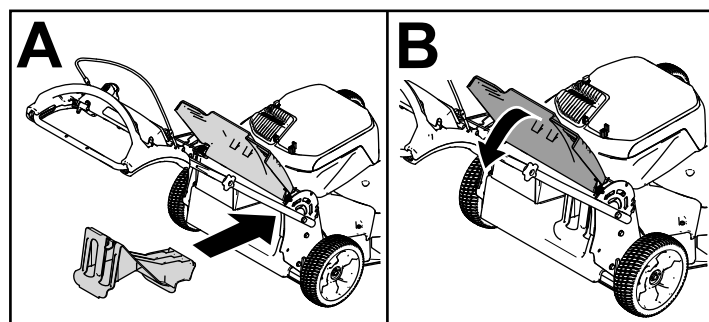

Figura 17
- Se il coperchio di scarico posteriore non è installato, afferratelo dalla stegola, sollevate il deflettore posteriore e inseritelo nel camino di scarico posteriore fino a bloccare il fermo in posizione; vedere Figura 17.
Importante: Prima di riciclare lo sfalci, verificate che il coperchio di scarico posteriore sia montato (Figura 17).